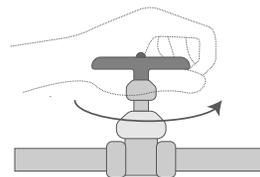

Fig. 1
- Cierre la llave de paso del agua (Fig. 1)